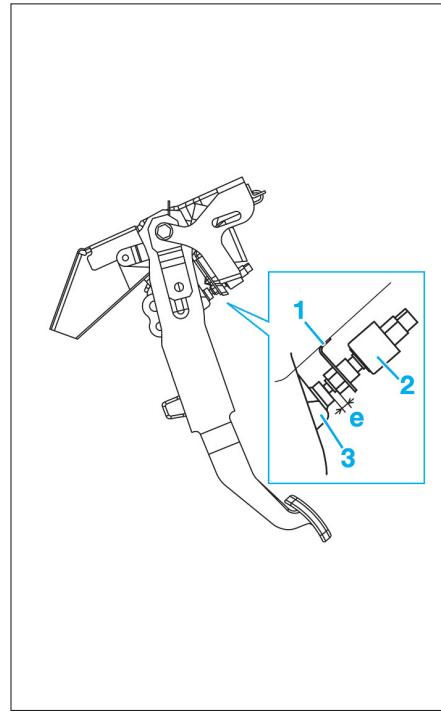

FIG. 9
- Déposer l'agrafe (1) de maintien de l'écrou du contacteur de pédale d'embrayage (2) (Fig.9).
- La valeur (e) mesurée entre l'extrémité du contacteur (2) et le support de la pédale d'embrayage (3) doit correspondre à $1 \pm 0,5$ mm.